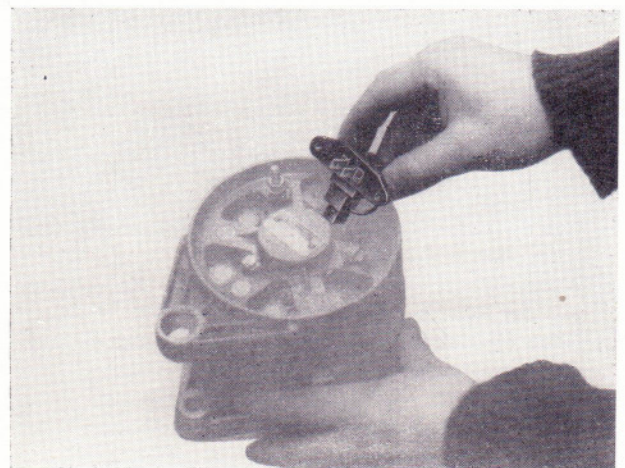

Bild 180
- Kohlebürstenhalter abnehmen (Bild 180).